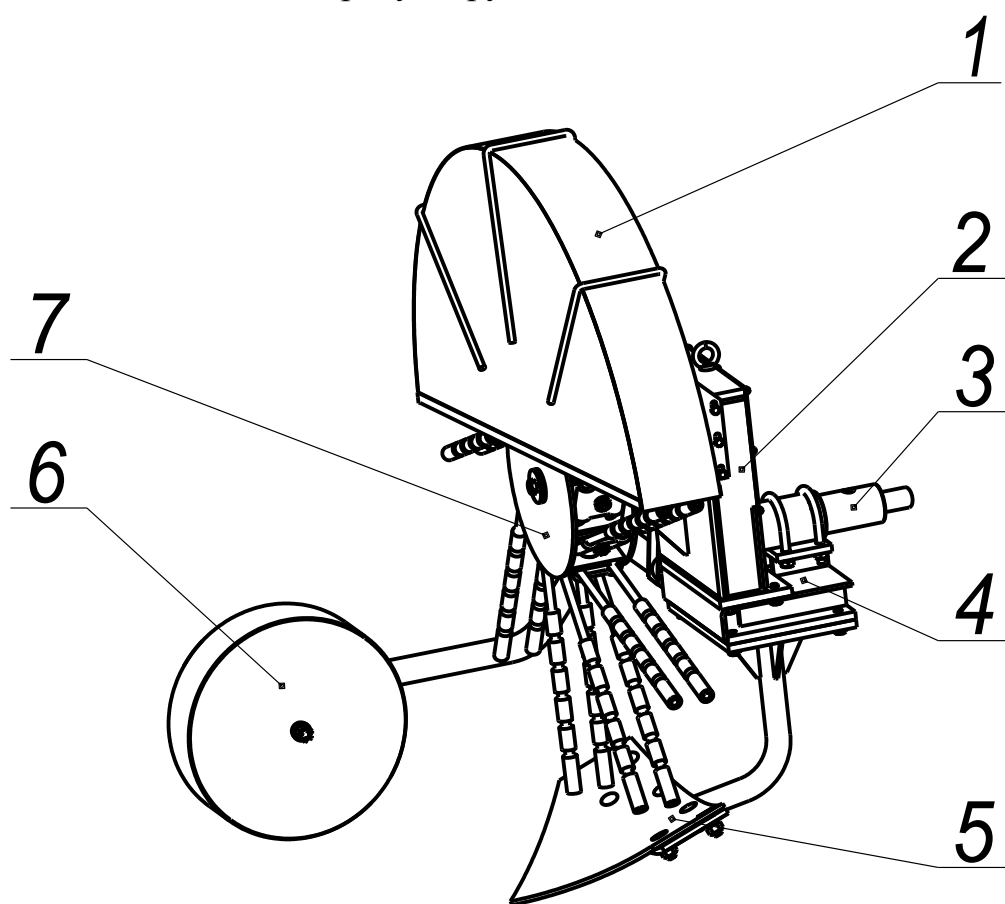

Рисунок 1 – Картофелекопалка КМ-2
5.1 Копалка (рисунок 1) состоит из следующих основных узлов: кожуха 1, корпуса 2, хвостовика 3, основания 4, лемеха 5, колеса с кронштейном 6, барабана 7.